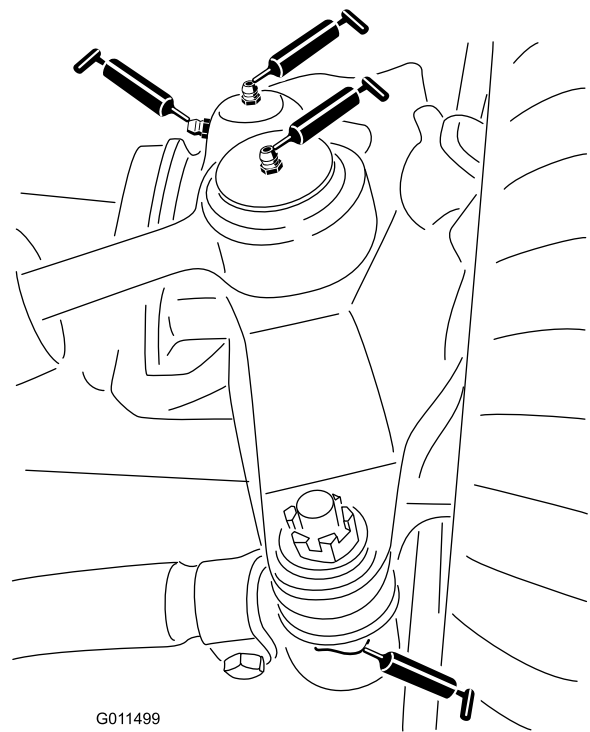

Figura 37
- Rótulas de los cilindros de dirección (2) (Figura 37)
- Rótulas de las barras de acoplamiento (2) (Figura 37)
- Casquillos de los pivotes de dirección (2) (Figura 37).